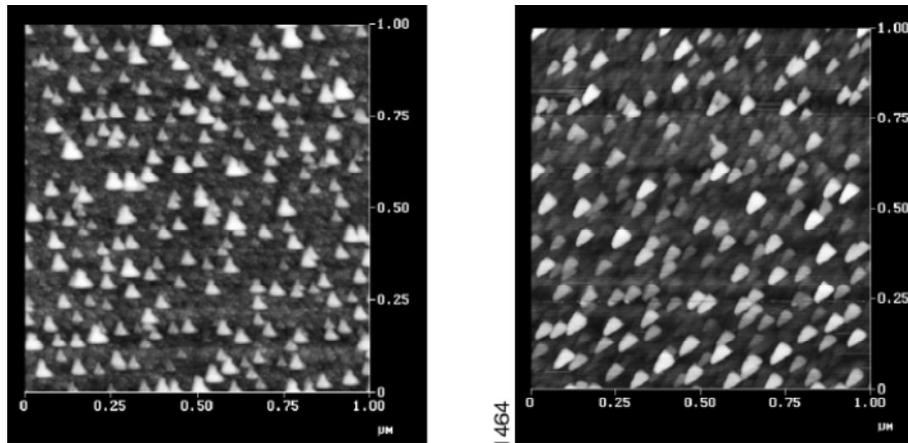

Figura 3. Ejemplos de imágenes tomadas con punta sucia o gastada. Tomado de [1].
4.1 Punta sucia o gastada. Si la punta se desgasta, o bien si se le pega alguna suciedad, las estructuras de la muestra se verán todas con la misma forma, como si fuera un sello que se repite (Figura 3). En este caso las dimensiones laterales de las estructuras estarán dominadas por la forma de la muestra, y sólo se puede obtener algún valor cuantitativo de los valores de altura (z).